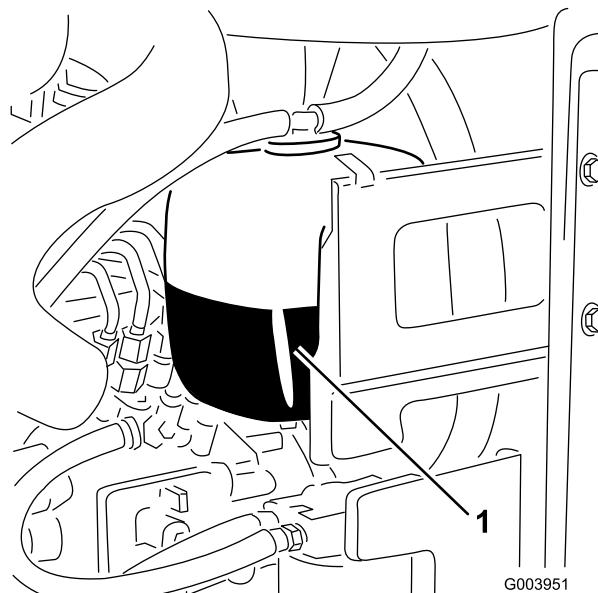

Figura 33
1. Controllate il livello di refrigerante nel serbatoio di espansione (Figura 33).